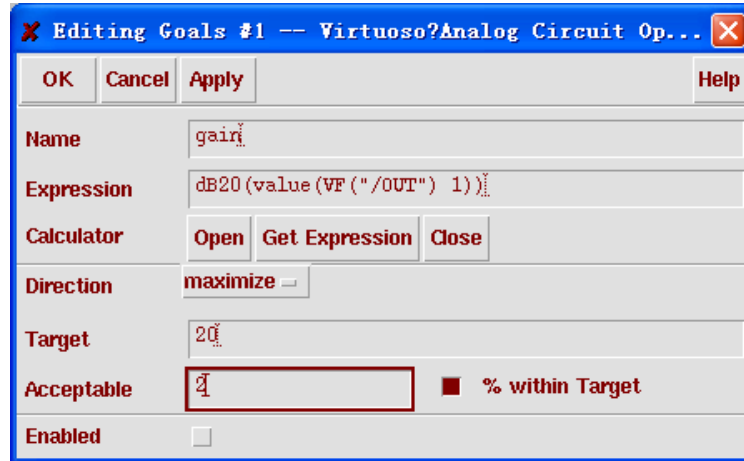

图 11.16 编辑优化对象窗口
- 3) 选择名称为“gain”，即从“ADE”窗口获得的对象，然后点击“Add/Edit Goals”按钮。弹出窗口如图 11.16 所示。
按照 11.5.1.II 3~10 步所介绍的方法编辑对象。编辑后的 Editing Goals 窗口如图 11.16 所示。